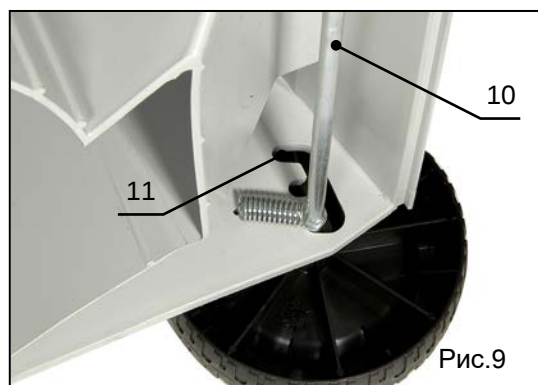

Рис.9
- Потянуть за ось колес (поз.10, рис.9), тем самым, выдвинув ее из зафиксированного положения. Переставить колесо в одно из трех положений (поз.11, рис.9).